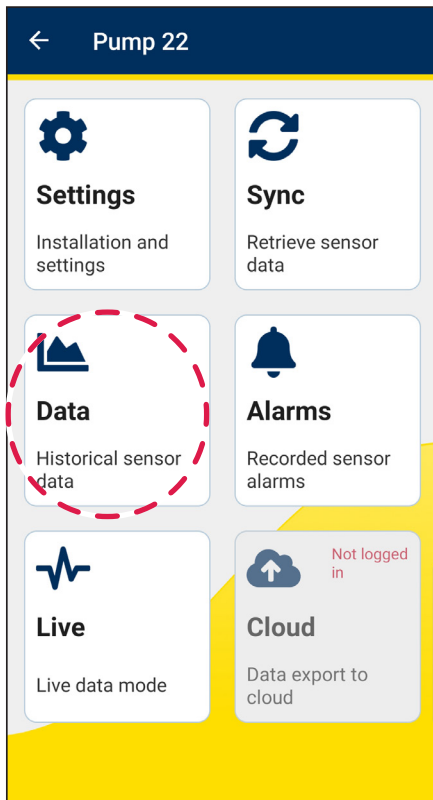

Abbildung 21
2. Wählen Sie **Daten** aus (siehe Abbildung 21).